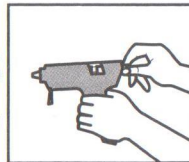

Рис. 1
4. Вставьте клеевой стержень в пистолет до упора так, как показано на рис.1, **не нажимая на курок** подающего механизма. **Внимание!** При первой установке необходимо вставить два стержня.